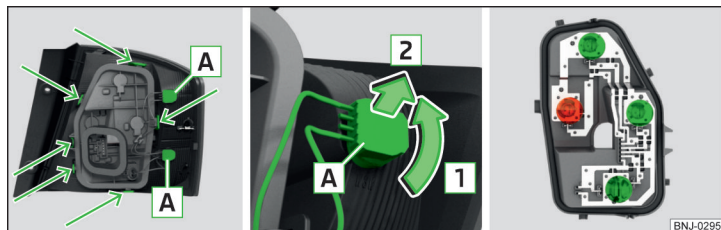

Fig. 293 Parte exterior de las luces/ extraer la bombilla/ soporte de luces
- Girar el portalámparas con la bombilla **A** en el sentido de la flecha **1** » fig. 293.
- Desbloquee el portalámparas en las áreas señaladas con las flechas » fig. 293 y extraiga el portalámparas de la luz.